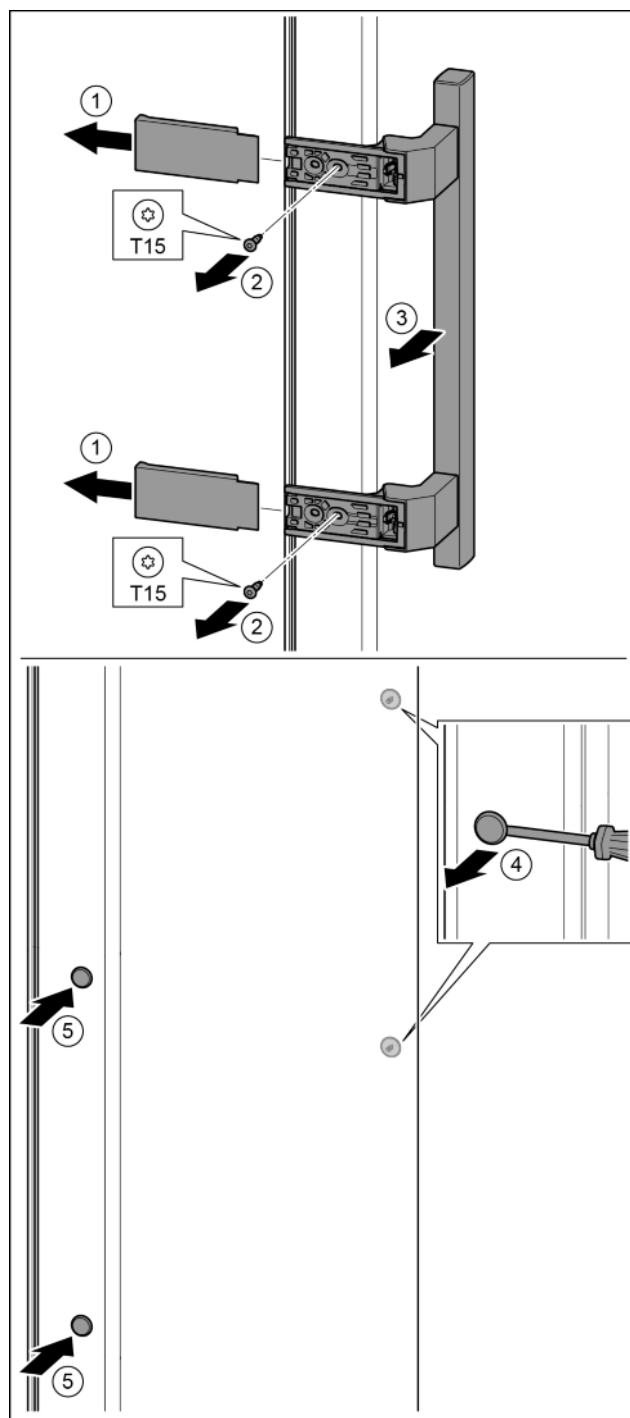

Fig. 15
- ▶ Afdekking eraf trekken. Fig. 15 (1)
- ▶ Schroeven met schroevendraaier T15 eruit draaien. Fig. 15 (2)
- ▶ Greep eraf halen. Fig. 15 (3)
- ▶ Zijdelingse stop voorzichtig met een sleufschroevendraaier optillen en eruit trekken. Fig. 15 (4)
- ▶ Stop op de andere kant weer aanbrengen. Fig. 15 (5)